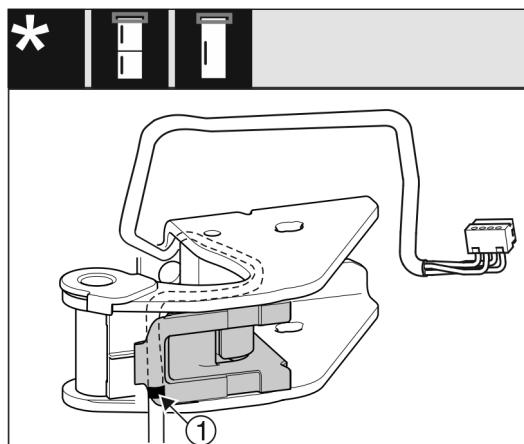

Fig. 30
- ▶ 中间标识 Fig. 30 (1)必须位于电缆支架的边缘。